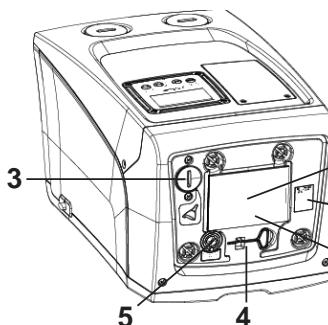

Рисунок 3
- Внутри технического отсека имеется доступ к следующим компонентам (см. Рис.3):
Внутри технического отсека имеется доступ к следующим компонентам (см. Рис.3):